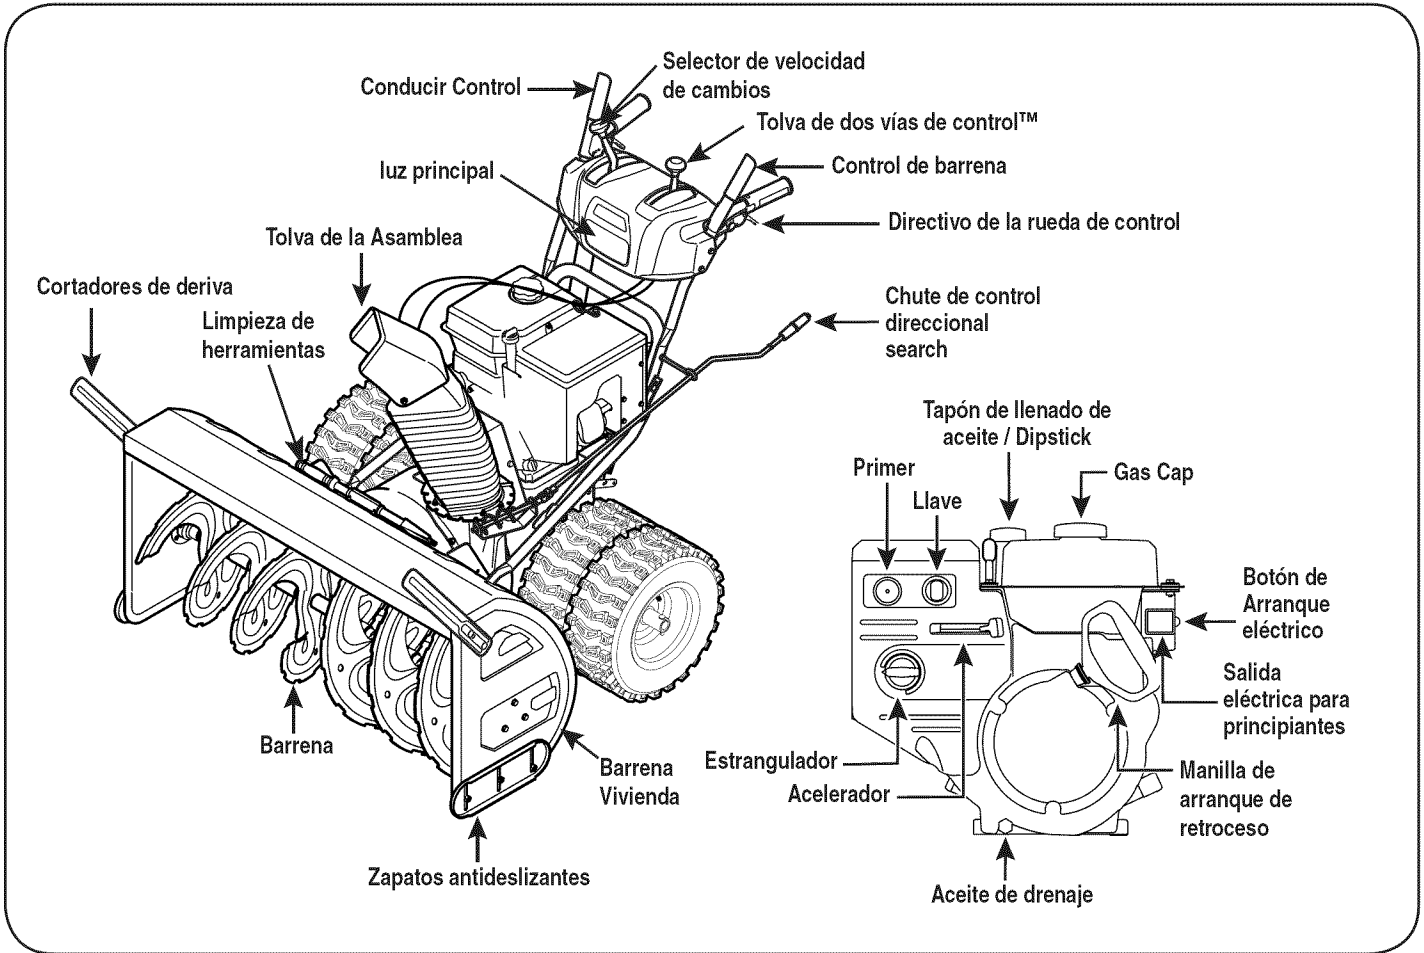

Figura 14
7. Deslice la primavera hasta el cable para exponer el cable acoplador hilos y tuerca. Consulte la Figura 14.
Ahora que ya ha ajustado su la máquina quitanieve para la operación, familiarícese con sus controles y características. Vea la Figura 14.